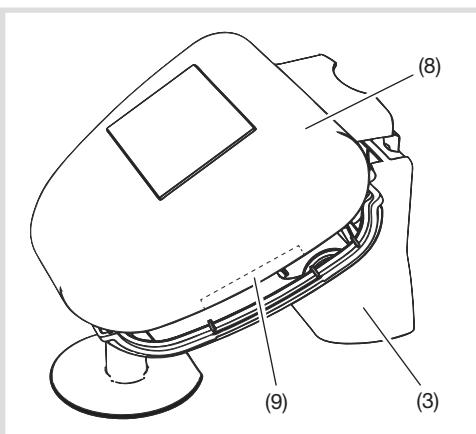

Afbeelding 5: wand- (links)/mastbevestiging (rechts)
- Montage tegen een loodrechte muur (afbeelding 2) of een mast (afbeelding 5, rechts)
- bij wandmontage de vlakke kant tegen de muur ligt en het sikkelformige pad (7) naar boven wijst (afbeelding 5, links)
- bij mastmontage de bolle kant tegen de mast ligt en het sikkelformige pad (7) naar beneden wijst (afbeelding 5, rechts)